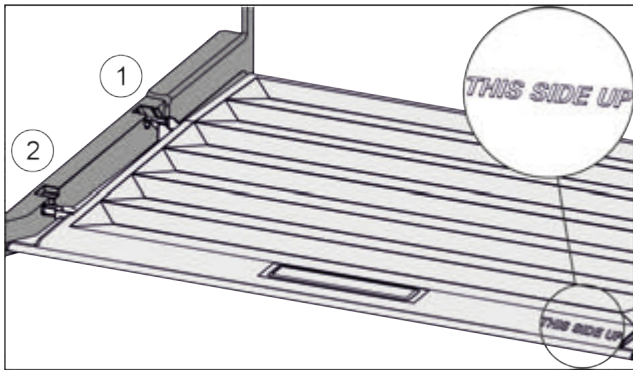

Fig. 136
- ▶ Вставити поперечні ребра через отвір заднього тримача Fig. 136 (1) і зафіксувати спереду у тримачі Fig. 136 (2).